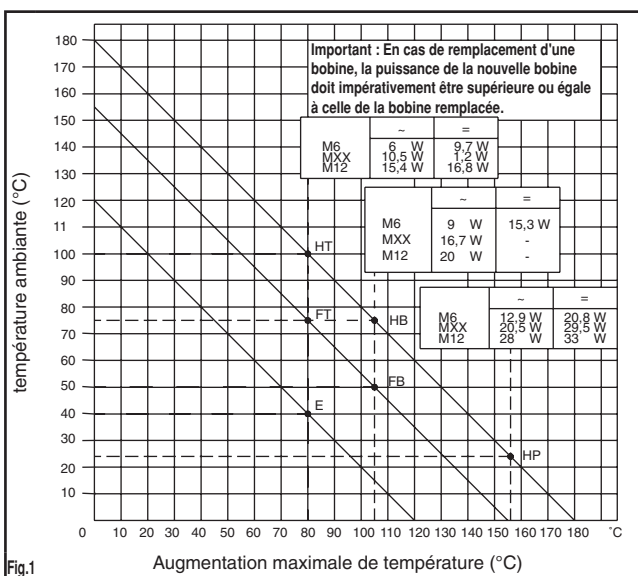

Fig.1
- En cas de température ambiante plus élevée le graphe (**fig. 1**) donne un exemple d'une bobine identifiée FT pouvant être substituée par une bobine HT. Nous consulter.